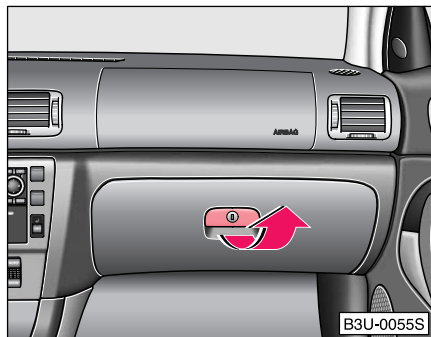

Fig. 86 Tabloul de comandă: Torpedoul pe partea pasagerului din dreapta
- Trageți mânerul capacului în direcția săgeții ⇒ Fig. 86 și întoarceți capacul în jos.